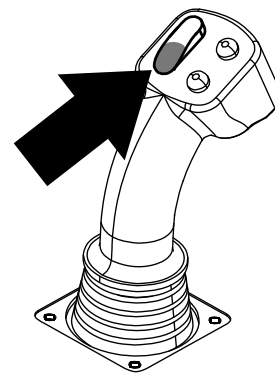
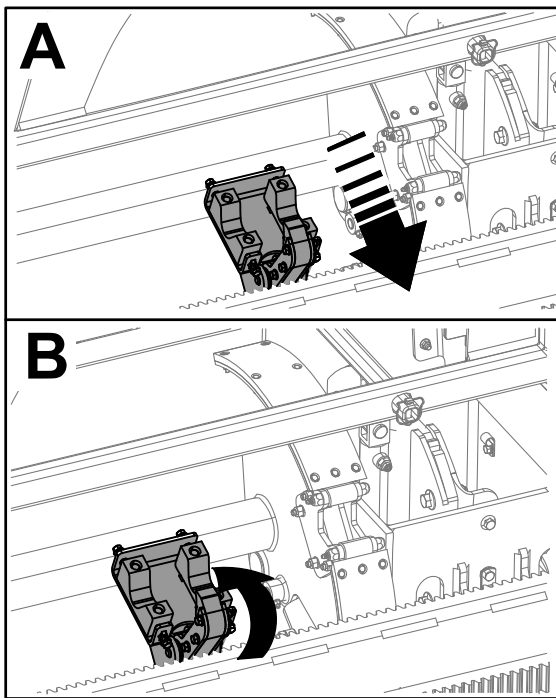

Figura 33
Figura 34
- Mantenga pulsada la sección inferior del interruptor basculante (Figura 33) hasta que los brazos de carga giren hacia el portatubo. Cuando pasan por el conjunto de leva, el manipulador de tubos agarra el tubo, y lo lleva a la tubería de perforación (Figura 34).